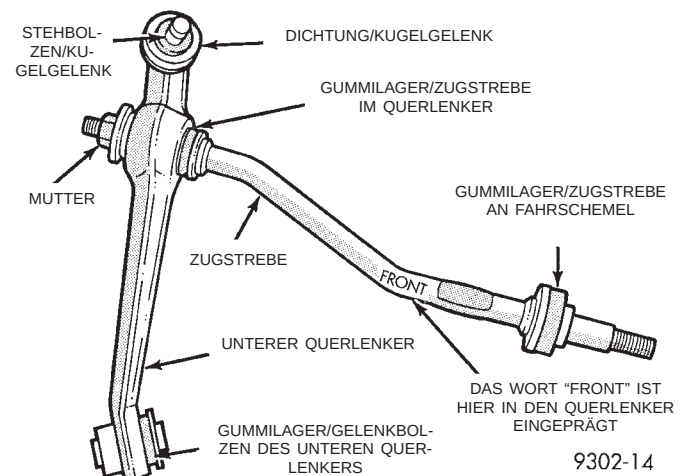

Abb. 77 Zugstrebe in den unteren Querlenker eingebaut
(4) Zugstrebe in das Gummilager im unteren Querlenker montieren. Die Zugstrebe wie in (Abb. 77) gezeigt einsetzen, so dass das Wort FRONT auf der dem Querlenker abgewandten Seite liegt. Die Zugstrebe am Schlüsselansatz mit einem Maulschlüssel festhalten und die **NEUE** Befestigungsmutter der Zugstrebe mit einem Anzugsmoment von 130 N·m (95 ft. lbs.) festziehen.